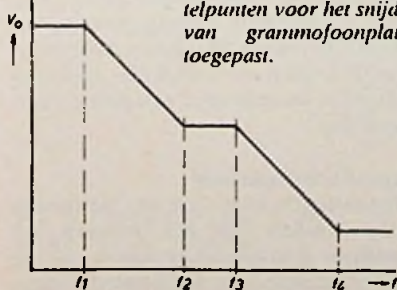

Fig. 3. Weergave van de versterker uit fig. 2.
2. een toegevoegde  $f_4$  voorbij de 20 kHz, dus buiten het hoorbaar gebied, maar waarvan de invloed toch dikwijls merkbaar is aan de hoge kant van het hoorbaar spectrum (fig. 3) (ref. 1).